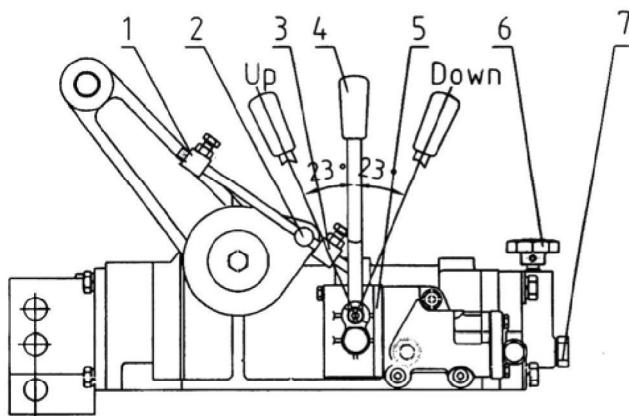

Рис.3. Гидравлический подъемник
- Подъем и опускание сельскохозяйственного оборудования (смотрите Рис. 3). Переключите рычаг управления (4) вперед, и оборудование опустится вниз. Закрепите колодку ограничителя (1) так, чтобы штырь (2) только касался ее. Когда орудие опущено вниз на необходимую рабочую глубину, отпустите рычаг (4) назад в нейтральное положение; таким образом, орудие будет удерживаться на заданной рабочей глубине.